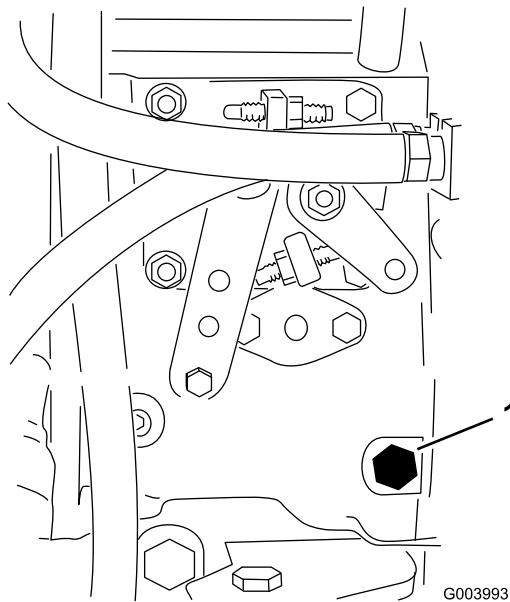

Figura 21
3. Desaperte o parafuso de drenagem que se encontra na bomba de injecção de combustível (Figura 21) com uma chave de 12 mm.